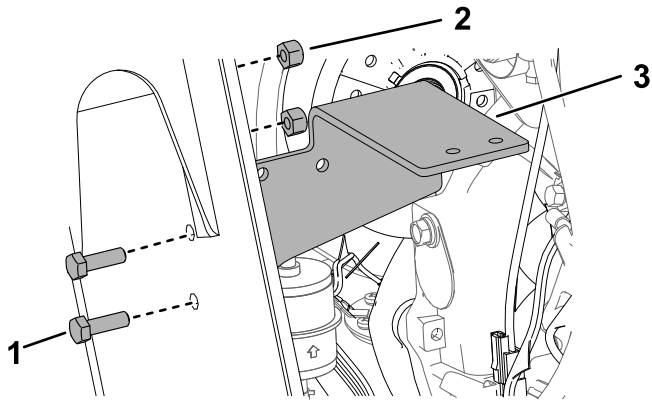

Figure 23
7. Posez la plaque sur le cadre, comme montré à la Figure 23.